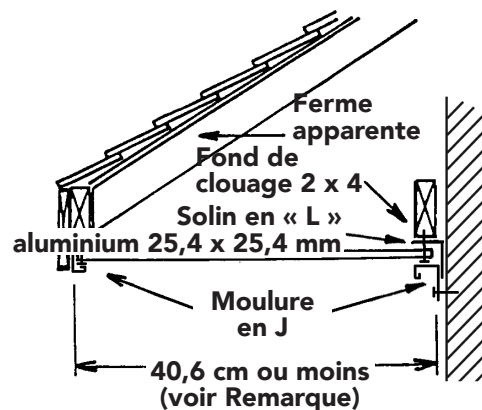

Figure 63
- Examiner les illustrations à droite, puis trouver celle qui s'apparente le plus aux méthodes de construction utilisées pour ce projet particulier (Figures 63–64).